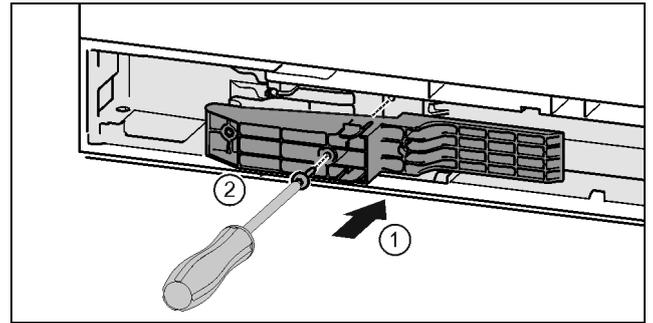

Fig. 37\*
- ▶ Adapterstück auf der Griffseite in die Aussparung einsetzen. *Fig. 37 (1)\**
- ▶ Schrauben mit Schraubendreher T15 festschrauben. *Fig. 37 (2)\**